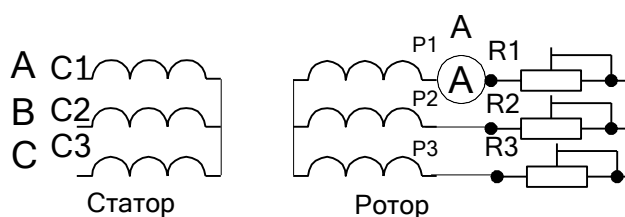

Рис.2. Схема АЭД с фазным ротором. R_{R1-RR3} роторные реостаты. (30 Ом).
3. Соберите схему включения двигателя согласно рис.2. Измерьте пусковой ток $I_{\text{пуск}} =$, ток холостого хода $I_{\text{хх}} =$, частоту вращения на холостом ходу $n_{\text{хх}} =$ об/мин. Определите значение синхронной частоты $n_{\text{синхр}} =$ об/мин, число пар полюсов $P =$.